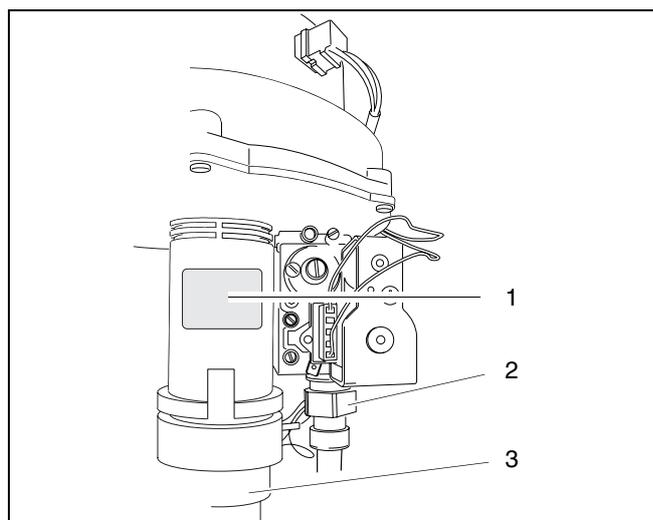
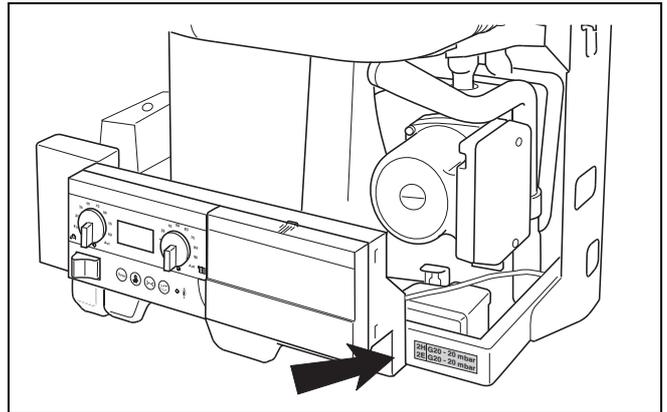

Fig. 43 Valvola del gas
Fig. 46 Adesivo "Categoria di gas impostata"
- Allentare tre viti (fig. 43, pos. 1, 2 e 3) a stella e separare la valvola del gas dal ventilatore
- Allentare il dado di raccordo della tubazione del gas (fig. 43, pos. 2) sulla valvola del gas
- Per staccare il tubo aria aspirata (fig. 43, pos. 3), ruotarlo verso il basso.
- Posizionare i due adesivi compresi nella fornitura sulla caldaia (fig. 43, pos. 1 e fig. 46).